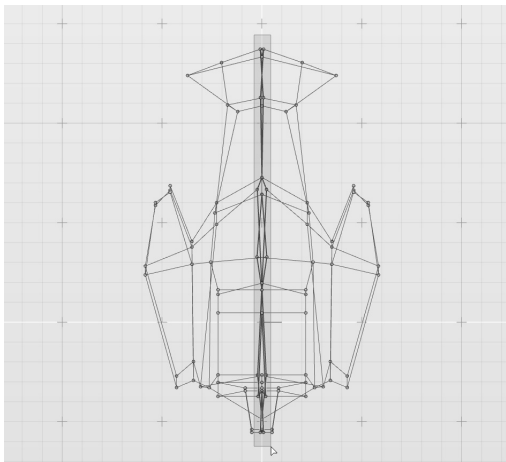

图 6-77 框选中轴附近的两排对称控制顶点
6) 小鸟模型的整个对称轴上，有若干类似的未接合控制顶点。如果依次手动修改，则工作量非常大，这时使用“接合所选公差”是更快捷的方式。在顶视图中，将中轴线左右两侧的控制点一次性框选，如图 6-77 所示。